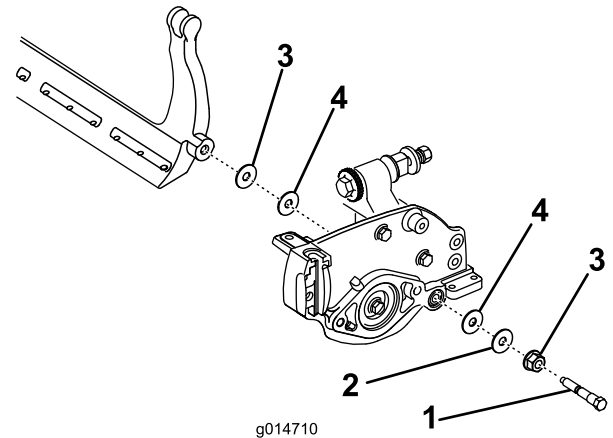

Bild 21
zwei Scheiben aus gestanzten Stahl an jedem Ende des Untermessers auf (Bild 21).
2. Befestigen Sie den Untermesserträger mit den Untermesserträgerschrauben (Muttern an den Schrauben) und den sechs Scheiben an jeder Seitenplatte. Legen Sie eine Nylonscheibe an jede Seite des Seitenplattenansatzes. Legen Sie eine Stahlscheibe außen auf jede Nylonscheibe (Bild 21). Ziehen Sie die Schrauben des Untermesserträgers auf 27-36 Nm an. Ziehen Sie die Sicherungsmuttern an, bis sich die Stahlscheibe außen nicht mehr dreht und kein Spiel am Ende vorhanden ist, ziehen Sie jedoch nicht zu stark an oder verbiegen Sie die Seitenplatten. Die Scheiben innen können einen Abstand aufweisen.